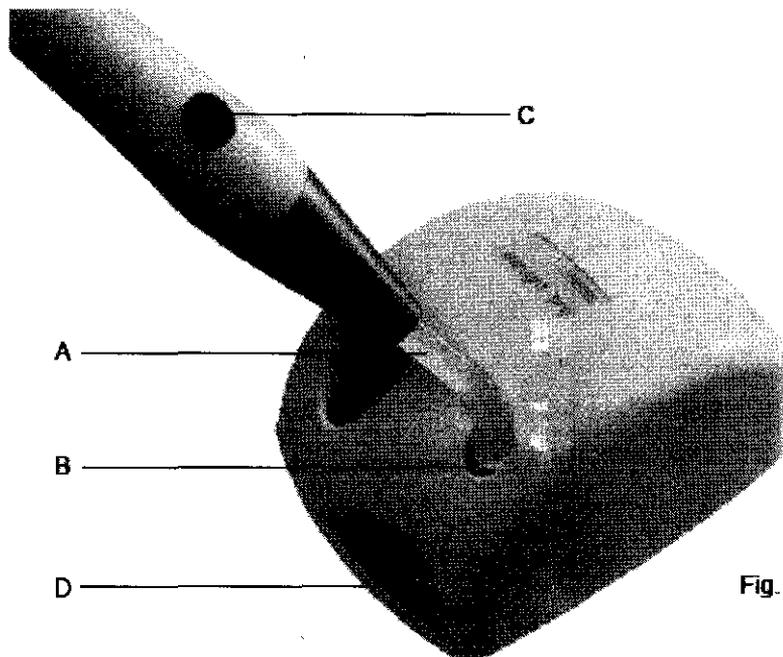

Fig. 7
1. Apoyar la fibra óptica (Fig.7 - Ref.A) en plano, sin presionar, directamente en la superficie del sensor de intensidad (Fig.7 - Ref.B);
2. Encender la lámpara presionando el pulsador (Fig.7 - Ref.C).
El led test (Fig.7 - Ref.D) indicará el flujo luminoso útil medido: